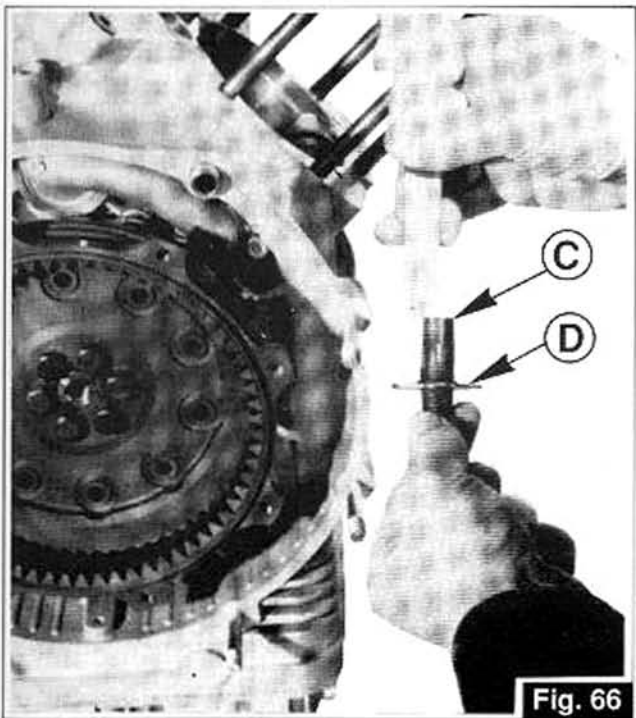

Fig. 66
- 2) relevez la cote entre l'extrémité «C» du capteur et la plaquette de butée «D» de celui-ci (Fig. 66): La différence entre les deux cotes relevées est l'entrefer réel. Si besoin est, reprendre avec des cales la butée du capteur.
2. Die Quote zwischen dem Endstück «C» des Sensors und dessen Anschlagplättchen «D» (Abb. 66) abnehmen.